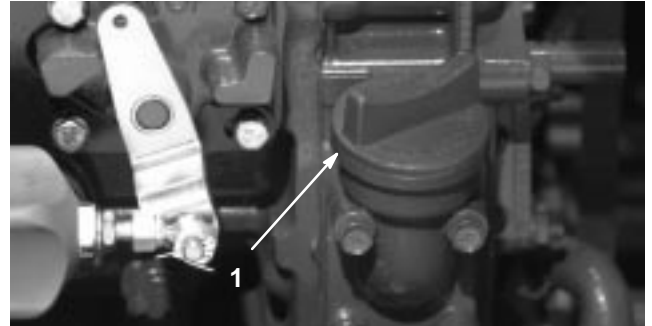

Figure 2
4. Si le niveau n'atteint pas le repère du plein, enlevez le bouchon de remplissage (Fig. 2) et faites l'appoint jusqu'à ce que le niveau correct soit atteint. **Ne remplissez pas le réservoir excessivement.**